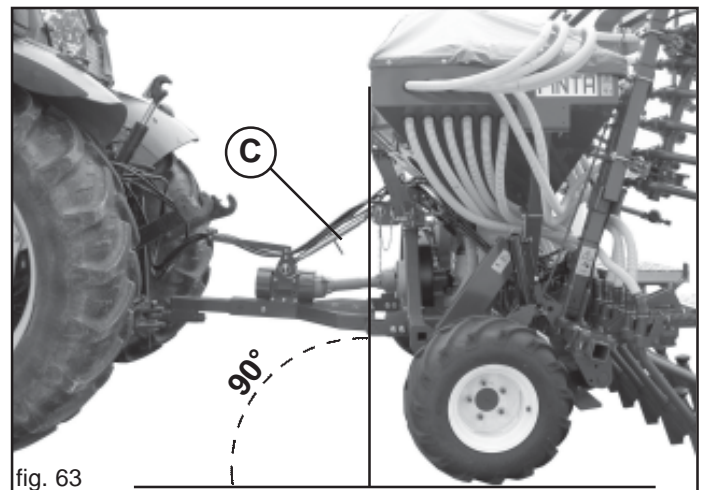

fig. 63
- 1) Applicare l'attrezzatura al gancio di traino della trattrice. Assicurare il perno di aggancio con l'apposita spina di sicurezza; mediante il tirante di regolazione (C, Fig. 63) fare in modo che la seminatrice sia perpendicolare al terreno (Fig. 63).